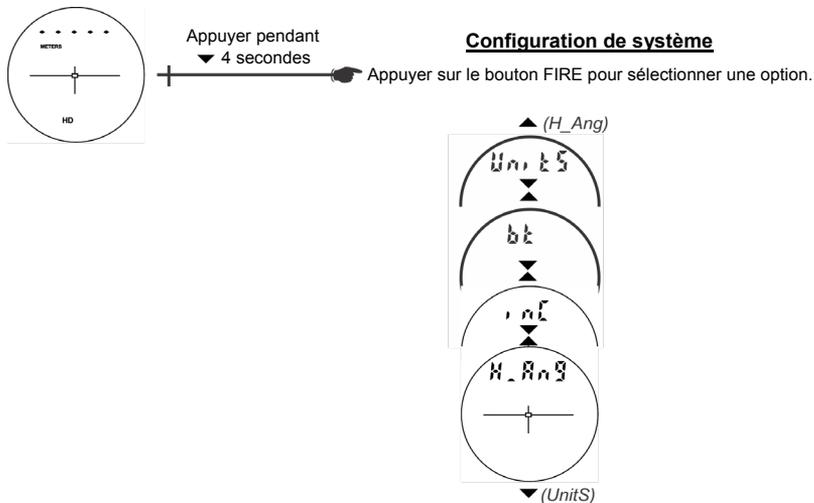

Figure 11
La Figure 11 présente le Mode de configuration du système, dont l'accès s'effectue à partir du Mode de mesure. Chaque option est décrite séparément dans les sections suivantes.
1. À partir du Mode de mesure, maintenir le bouton  appuyé pendant 4 secondes. « UnitS » s'affiche sur l'écran principal comme illustré dans la Figure 11.